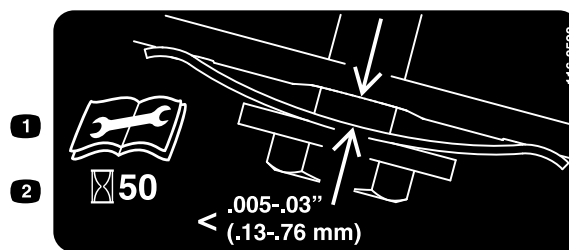

Figura 35
3. Tenete un calibro tra 0,13 e 0,76 mm sul muro e fatelo scorrere in basso dietro la molla di tensione della cinghia; fate riferimento a (Figura 35).